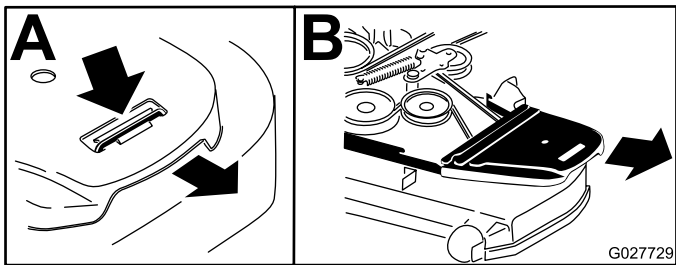

Рисунок 59
7. Снимите крышки ремней (Рисунок 59).